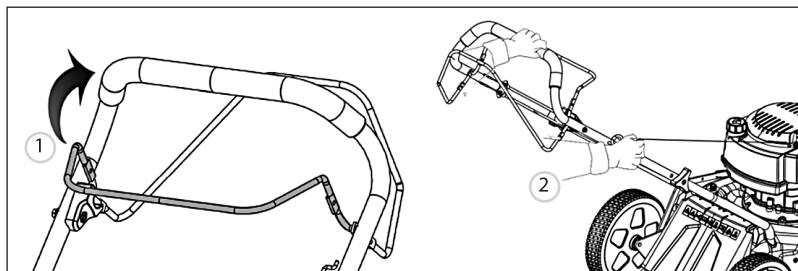

Рис. 11
3. Для ручного запуска зажмите ручку управления тормозом 1 (рис. 11), медленно вытащите шнур ручного стартера, пока не почувствуете сопротивление, а затем быстро потяните его 2 (рис. 11). Повторите данный процесс несколько раз до запуска двигателя. После запуска двигателя медленно верните его на направляющий болт троса.